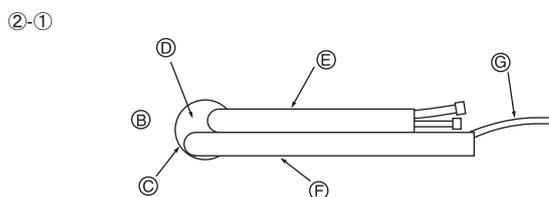

Fig. 3-5
② Pijpen links en linksachter
②-① Als u de pijpen linksachter wilt installeren: neem de pijpen uit het gat, zodat u de juiste lengte kunt bepalen, en bind ze samen. Het binnenapparaat moet aan de muurbevestigingsmal hangen. (Fig. 3-5)